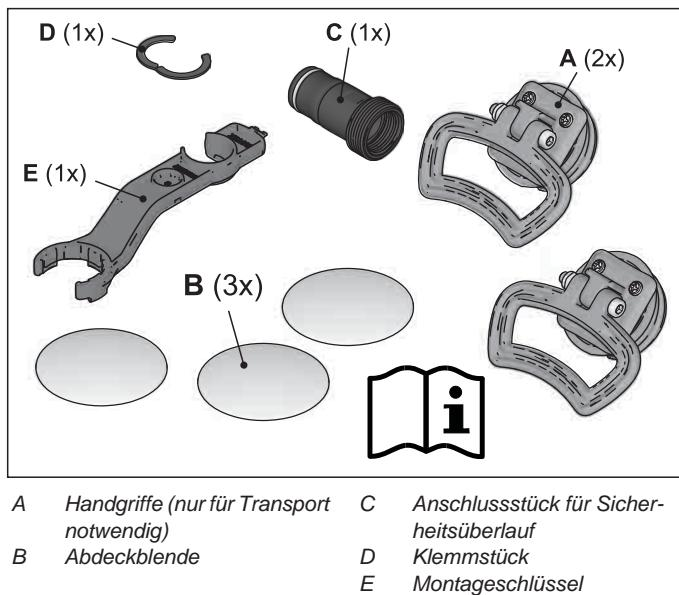

Bild 4-3 Inhalt Zubehörbeutel
- Zubehörbeutel (siehe Bild 4-3)